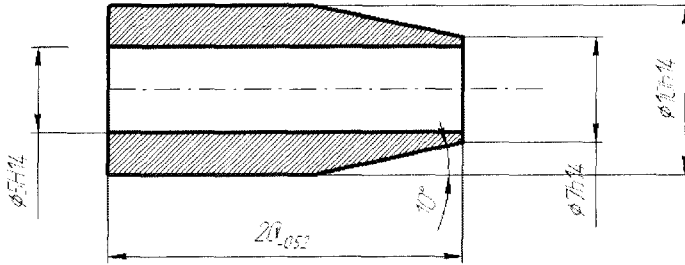

Рисунок 5.7 – Чертеж детали
4.1.5. По заданному чертежу детали (рисунок 5.7) выбрать последовательность обработки поверхностей.